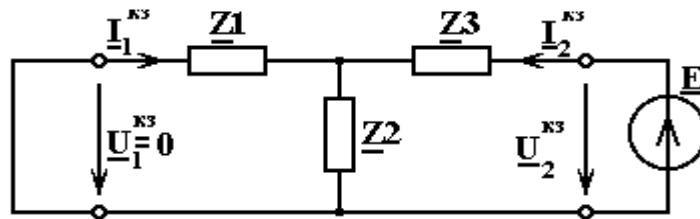

Рис.5.19
3.3. Схема четырехполюсника в режиме короткого замыкания (рис.5.19)